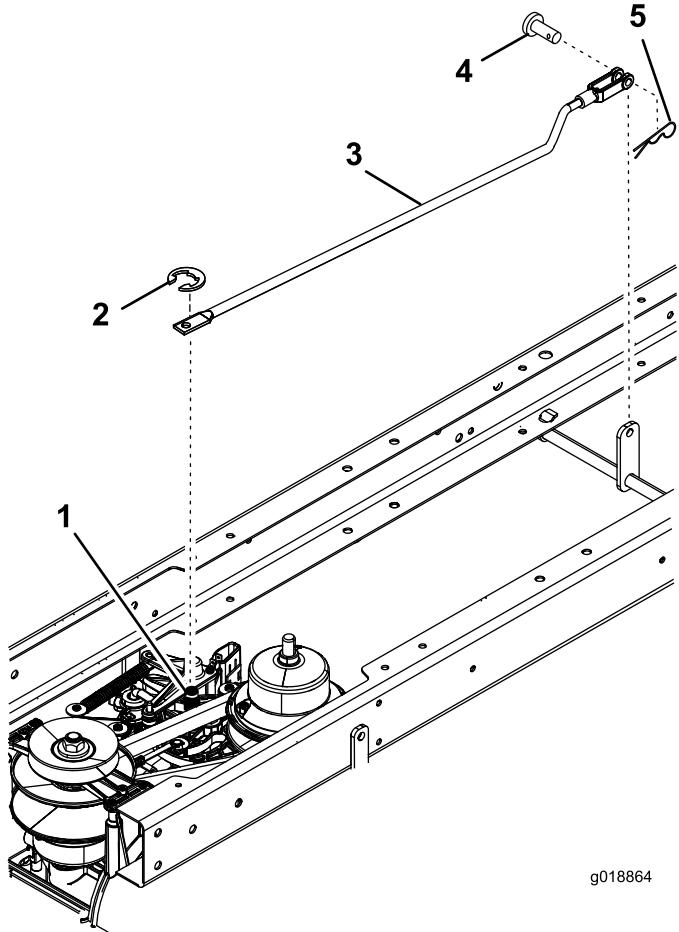

Figura 1
- Retire el brazo de acoplamiento existente del control de movimiento (Figura 1). Guarde el pasador de horquilla, la chaveta y la arandela de retención existentes.